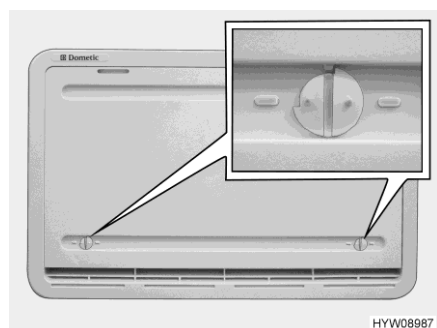

Bild 247 Vinterskydd
Vinterskydd När kylskåpet ska vara i drift vid låga utetemperaturer, rekommenderar tillverkaren användning av ett vinterskydd (Bild 247) för kylskåpets ventilationsgaller.
- Öppna båda lås (Bild 247) (noten står horisontellt).